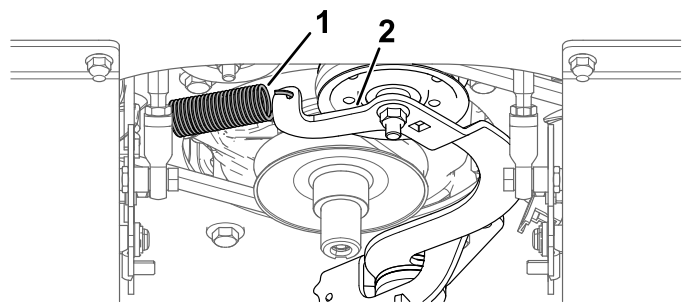

Рисунок 57
5. Вставьте ключ с храповым механизмом в квадратное отверстие в рычаге натяжного ролика, чтобы снять натяжение ремня (Рисунок 57).
- 9. Зацепите пружину за проушину. Используйте ключ с храповым механизмом, чтобы натянуть пружину и дать возможность ремню пройти поверх кромки натяжного шкива (Рисунок 57).